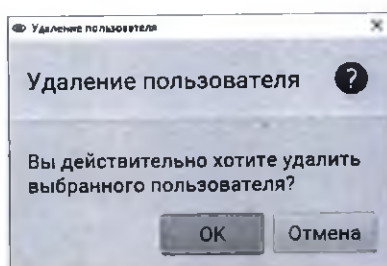

Рис. 12.4: Окно подтверждения удаления
2. Нажмите кнопку *Удалить*. Появится окно подтверждения удаления (рис. 12.4).